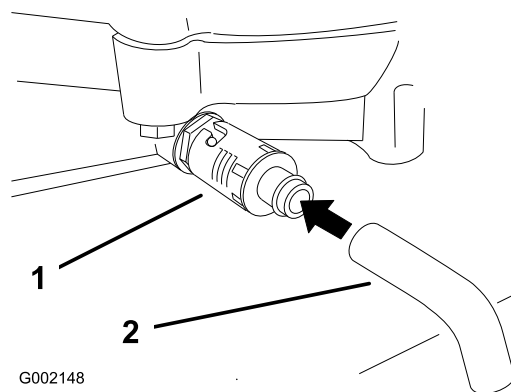

Figure 21
4. Placez un bac sous la vidange. Tournez le robinet de vidange d'huile pour permettre à l'huile de s'écouler (Figure 21).